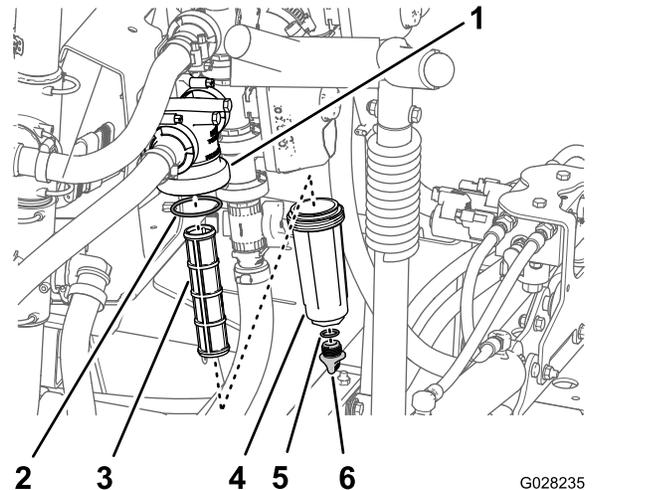

Figure 73
2. Placez un bac de vidange sous le filtre sous pression (Figure 73).
3. Tournez le bouchon de vidange dans le sens antihoraire et déposez-le de la cuvette du filtre sous pression (Figure 73).
4. Tournez la cuvette dans le sens antihoraire et déposez la tête du filtre (Figure 73).
5. Retirez l'élément du filtre sous pression usagé (Figure 73).
6. Contrôlez l'état et l'usure du joint torique du bouchon de vidange (à l'intérieur de la cuvette) et du joint torique de la cuvette (à l'intérieur de la tête du filtre) (Figure 73).
- Montez le nouvel élément filtrant dans la tête du filtre sous pression (Figure 73).
- Vissez la cuvette sur la tête du filtre à la main (Figure 73).
- Vissez le bouchon sur la cuvette à la main (Figure 73).